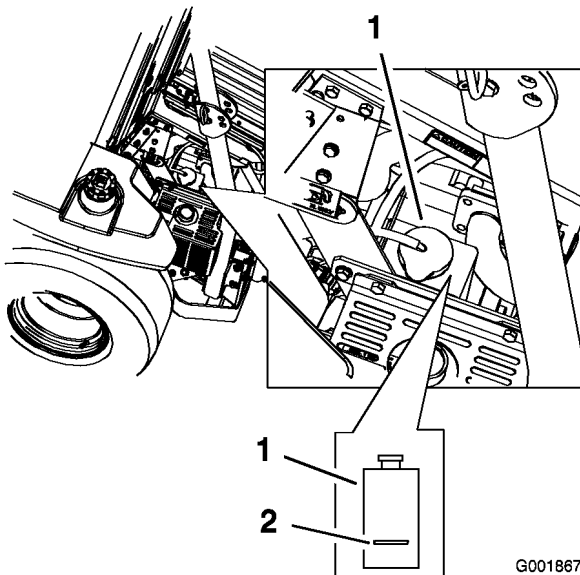

Bild 52
3. Überprüfen Sie bei abgekühltem Motor den Stand des Überlaufgefäßes. Der Flüssigkeitsstand muss mindestens das Niveau der an der Außenseite der Überlaufgefäßes angebrachten Markierung haben (Bild 52).
4. Ist der Kühlmittelstand zu niedrig, so wird ein 50/50 Gemisch aus Rostschutzmittel/Dex-Cool® und Wasser in das Überlaufgefäß gegeben (Bild 52).
5. Geben Sie das 50/50 Kühlmittelgemisch in das Überlaufgefäß bis zur am Gefäß angebrachten Markierung (Bild 52).